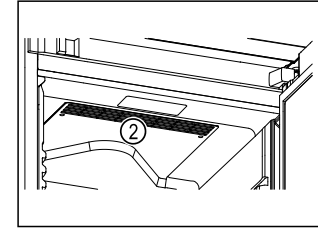

Fig. 63
- Тримати відкритою вентиляційну щілину Fig. 63 (2) вентилятора циркуляційного повітря у внутрішній камері.